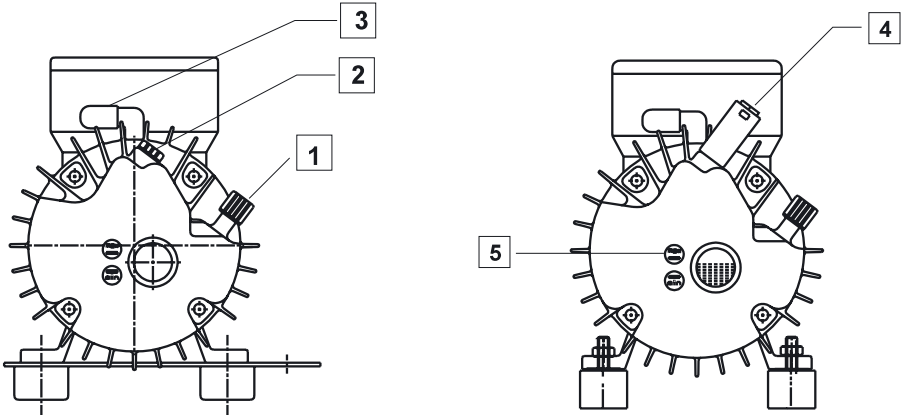
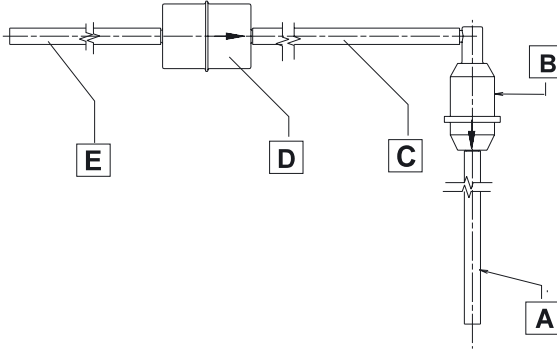

Fig. 6.1 Raccordements de la pompe à vide
Fig. 6.2 Raccordement du tuyau du vide
- Dévisser le bouchon (2, fig. 6.1) et insérer dans ce filetage le silencieux (4) fourni dans la livraison.
- Retirer le capuchon de la tubulure d'aspiration (3).
- Dévisser le capuchon (1) de la tubulure de remplissage d'huile.
- Remplir avec l'huile à pompes de la bouteille fournie jusqu'au repère «max.» (5).
- Revisser le capuchon (1).
- Emboîter le tuyau du vide (A, fig. 6.2) sur la tubulure d'aspiration (3, fig. 6.1) de la pompe à vide.
- Raccorder le tuyau (E, fig. 6.2) au four à cuire.
- a. Mettre la pompe hors service et retirer le tuyau du vide de la tubulure (3, fig. 6.1).
- b. Dévisser le capuchon (1, fig. 6.1) de la tubulure de remplissage d'huile. Retirer le joint d'étanchéité.
- c. Emboîter le tuyau sur la tubulure de remplissage d'huile (1) et le maintenir dans le récipient de vidange.
Contrôler le filtre d'aspiration transparent (voir fig. 6.2) et le clapet antiretour B. Si ce filtre est encrassé, remplacer l'unité de filtre complète no. 03260049.